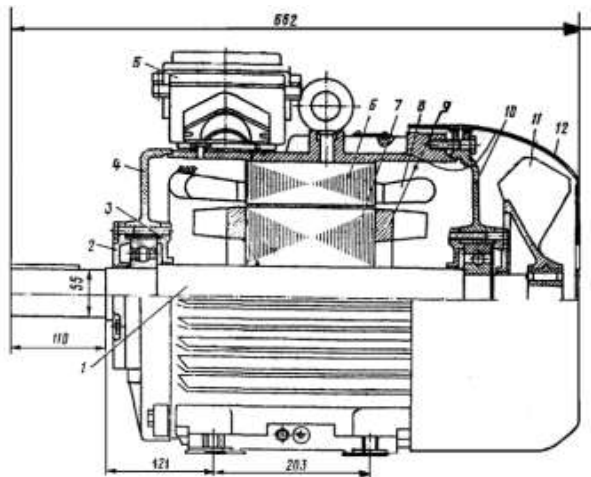

Рис. 1. Общий вид асинхронного двигателя с высотой оси вращения  $h = 180$  мм; степень защиты IP44; способ охлаждения IC0141.
8. Назовите элемент 7, изображённый на рис. 1.